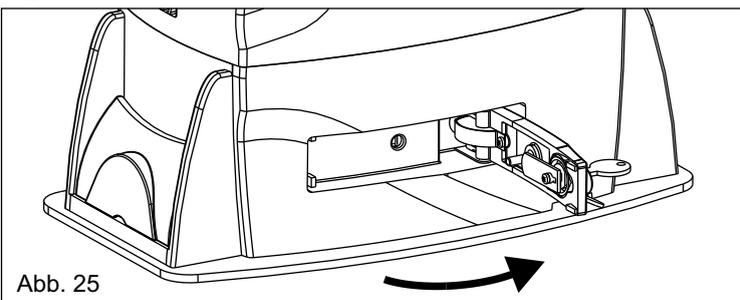

Abb. 25
- Den Entriegelungshebel bis zum Anschlag ziehen, ca. 90° (Abb.25).